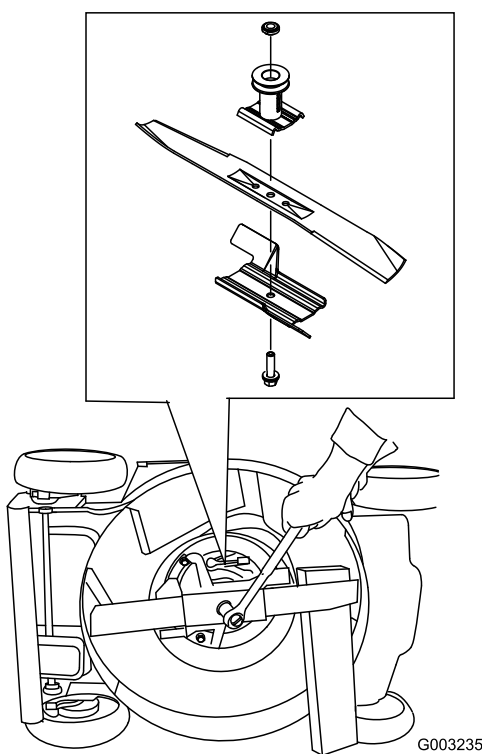

Figura 40
3. Utilice un bloque de madera para inmovilizar la cuchilla (Figura 40).